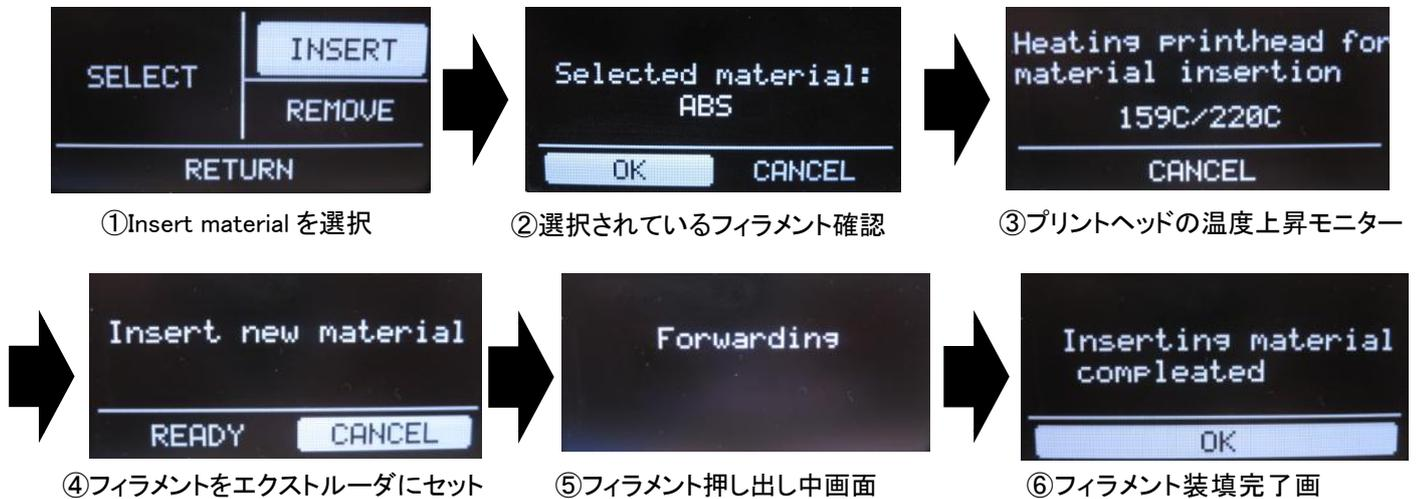

図 6.5 フィラメント装填操作(Insert material)
6-1 項④の状態、図 6.5 に「MATERIAL」→「INSERT」の操作表示画面を示します。予め 5-4 項で使用するフィラメントを設定しておきます。使用するフィラメントが正しく選択されていないと、フィラメントに対する目標温度の相違のため、ノズル詰まりの原因となります。
「MATERIAL」から「INSERT」を選択します。図 6.5②に 5-4 項で設定されたフィラメントが表示されます。もし、違うフィラメントが表示されたら、5-4 項の手順で、フィラメントを設定し直します。次に図 6.5③の表示から、目標温度到達すると図 6.5④の画面に移行します。ここで、新しいフィラメントをエクストルーダに 6-1 項③④の手順でセットし、「READY」をクリックします。図 6.5⑤の表示中にフィラメントがエクストルーダで自動送りされ終えたら図 6.5⑥の画面に移行します。「OK」をクリックすると「MATERIAL」初期画面に移行します。